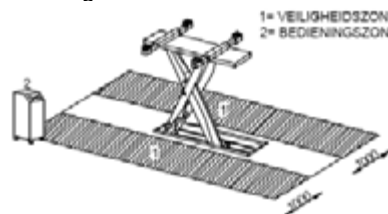

Fig.6
De veiligheidszone (Fig.6) wordt gedeeltelijk bepaald door de afmetingen van het te heffen voertuig.
Tijdens stijg- en daalbewegingen moet de bediener zich buiten de veiligheidszone (1) bevinden, zoals aangegeven in Fig.6. De aanwezigheid van personen in de veiligheidszone (1) is ten strengste verboden.